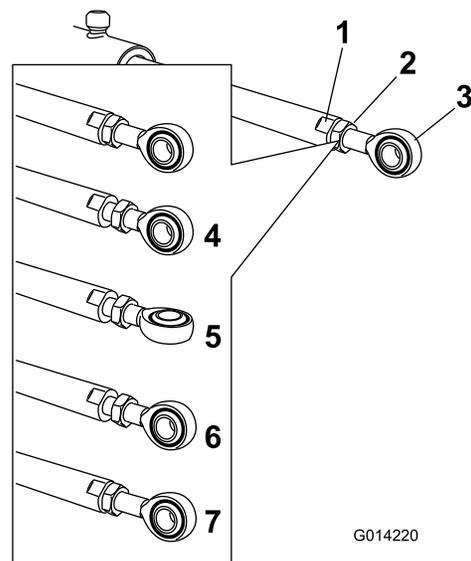

Figura 64
5. Utilizzate una chiave sui lati piatti dell'asta dell'attuatore per fermarla e allentate quindi il controdado per manipolare l'asta dell'occhio (Figura 64).
6. Girate l'asta dell'occhio nell'asta dell'attuatore per accorciare o allungare l'attuatore esteso nella posizione desiderata (Figura 64).